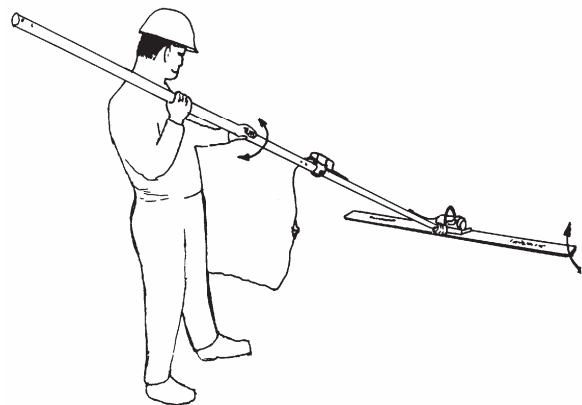

Fig. 5
- ✚ Gå sakta bakåt och dra i balken (fig. 5). Avtrycken försvinner av balkens vibration.